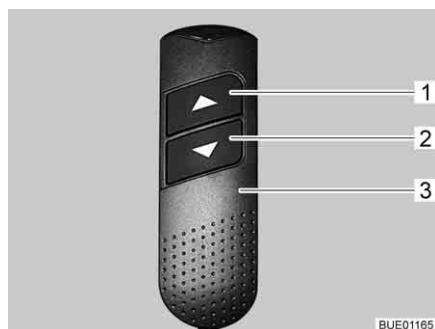

Fig. 110 Commande manuelle
- Sur la commande manuelle (Fig. 110,3), appuyer sur la touche "▼" (Fig. 110,2) et la maintenir pressée. Le pied rentre. Les têtes se relèvent.
- Sur la commande manuelle (Fig. 110,3), appuyer sur la touche "▲" (Fig. 110,1) et la maintenir pressée. Le pied sort. Les têtes s'abaissent.
- Sur la commande manuelle (Fig. 110,3), appuyer sur la touche "▼" (Fig. 110,2) ou sur la touche "▲" (Fig. 110,1) jusqu'à ce que la position désirée soit atteinte.